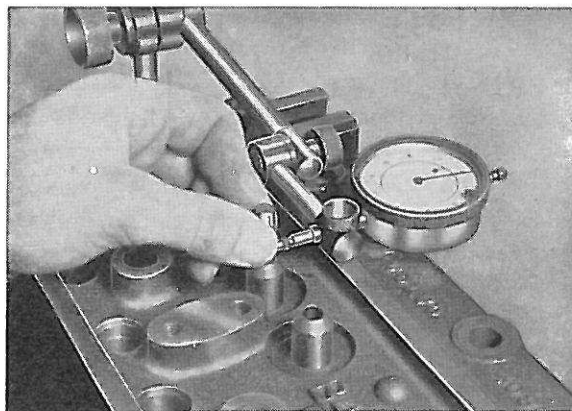

Figure 21. Mesure du jeu: queue-guide de soupape
2. Mesurer le jeu entre la queue et le guide de la soupape comme le montre la figure 21. Avec